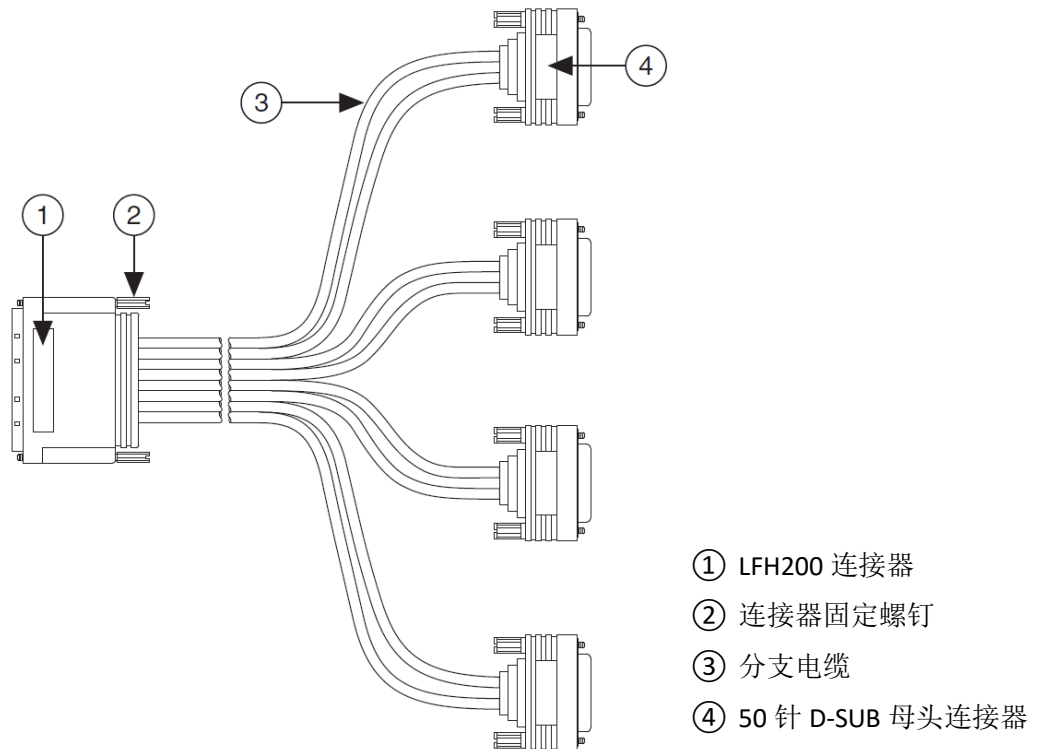

图 1, LFH200 转 4 x DB50--S 专用线缆示意图
- LFH200 转 4 x DB50--S 专用线缆（图 1）